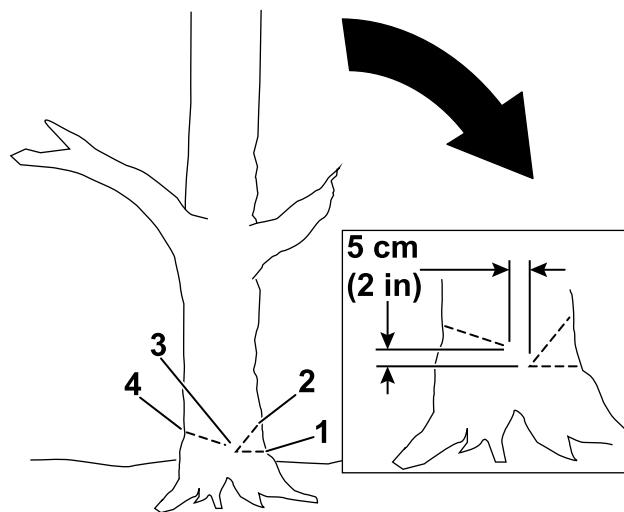

Figura 16
4. Haga el primer corte de un tercio del diámetro del árbol en el lado hacia donde desea que caiga el árbol (Figura 16).
5. Haga un segundo corte para formar una cuña, empezando el corte al menos 5 cm (2") por encima del primer corte (Figura 16).
6. Haga el corte de caída desde el lado opuesto a la cuña y unos 5 cm (2") por encima de la parte inferior de la cuña, como se muestra en la Figura 16.
**Importante:** Detenga el tercer corte a 2.5 a 5 cm (1" a 2") de la cuña para formar una bisagra entre los cortes (Figura 16), que evitará que el árbol caiga en la dirección incorrecta o que gire al caer.
**Nota:** A medida que el corte de caída se acerque a la bisagra (Figura 16), el árbol debe empezar a caer.